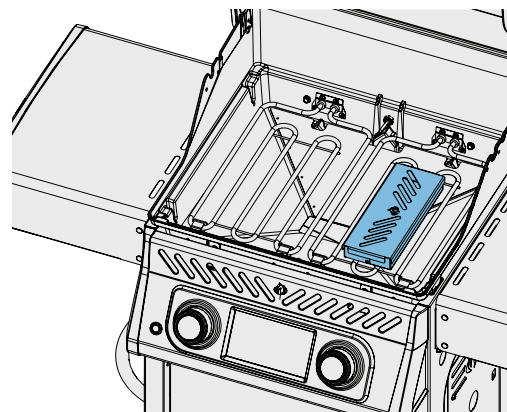

Fig. 6
1. Rimuovere la scatola per affumicare (se in uso) e lavarla con acqua calda e sapone. (Fig. 6)